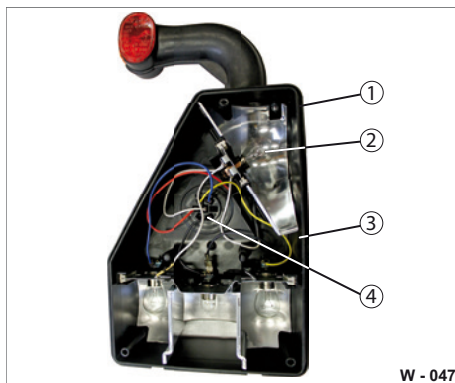

Abb. 47 Heckleuchte geöffnet
- ▶ Kontrollieren Sie die Kontakte / Kabelverbindungen (Abb. 47/4).
- ▶ Setzen Sie die äußere Lichtscheibe dicht auf das Gehäuse (Abb. 47/3).
- ▶ Achten Sie auf den richtigen Sitz der Dichtung (Abb. 47/1). Erneuert Sie beschädigte / gerissene Dichtungen.